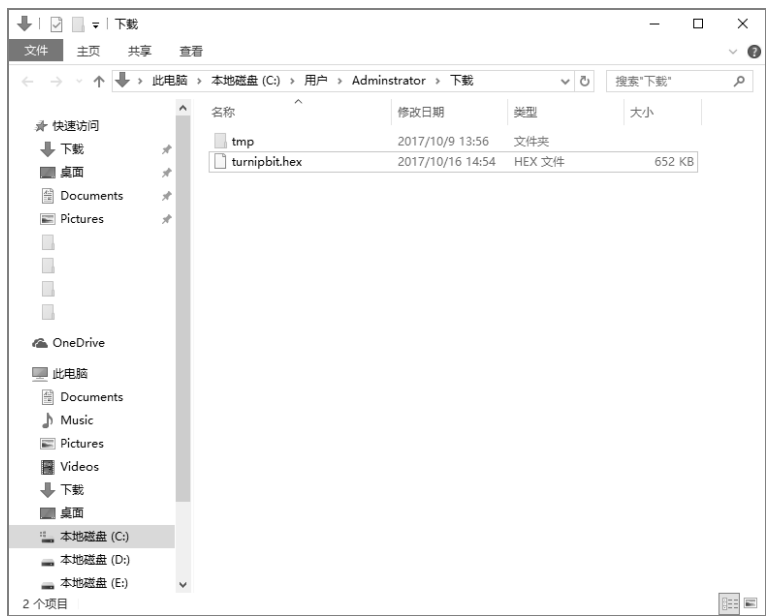

图 2-5 保存 HEX 文件
③ 保持程序名 TurnipBit 不变，点击“下载 hex”按钮将程序保存到电脑中，如图 2-5 所示。